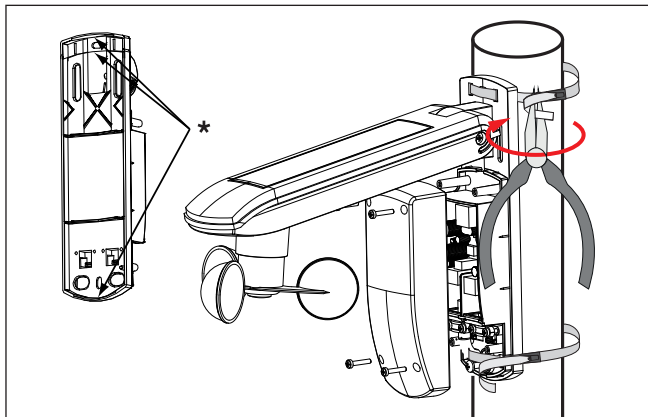

Abb. 7 Montage an einem Standrohr und Arretierung der Stahlkabelbinder
- Entfernen Sie die dünnen (dreieckigen) Stege an der oberen und unteren Kante der Montageplatte mit einem Seitenschneider (Abb. 7\*).